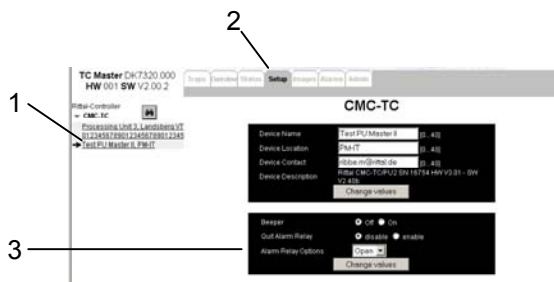

Abb. 37 Übersicht Setup
- Klicken Sie im linken Frame des Browserfensters, (Abb. 37 Punkt 1), auf den Link der Processing Unit (diese wird dann mit einem Pfeil markiert).